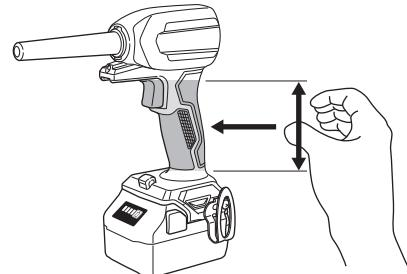

图 1
2. 操作时请确保牢牢握住工具。否则可能导致事故或受伤（图 1）。